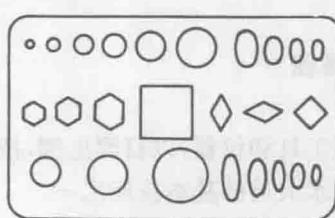

图 1-11 模板
(2) 模板 模板是制有各种不同形状孔和各种符号的板,如图1-11所示。画图时可利用模板来提高画图速度。
(3) 绘图纸 绘图纸为绘图的专用纸张,其表面细腻、质地坚韧。用橡皮擦拭不易起毛的一面为正面。绘图时必须用图纸的正面,以保证图面的整洁。